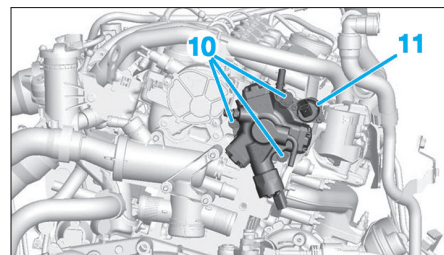

Fig. 33
- les vis de fixation (10) (Fig.33).